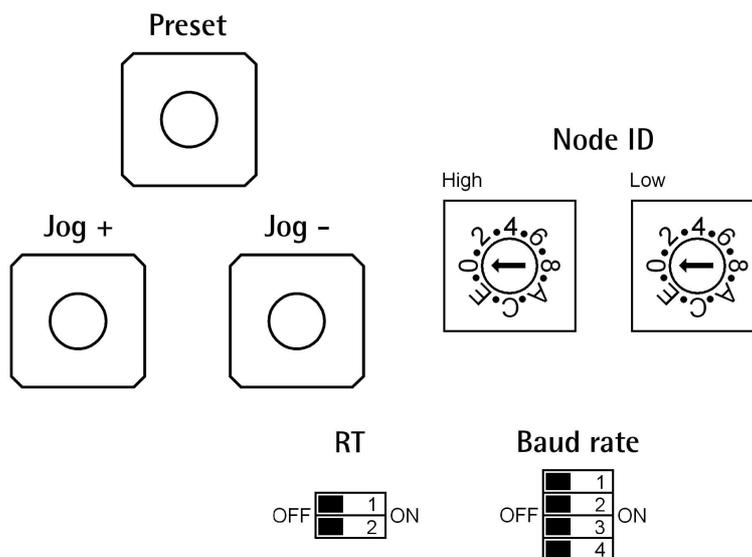

Figura 5: Selettori e pulsanti
4.4 Selettori e pulsanti (Figura 5)
4.4.1 Indirizzo nodo: Node ID (Figura 5)
4.4.2 Velocità di trasmissione dei dati: Baud rate e bit di parità (Figura 5)
4.4.3 Resistenza di terminazione: RT (Figura 5)
4.4.4 Pulsanti JOG + e JOG - (Figura 5)
4.4.5 Pulsante PRESET (Figura 5)
Per impostare i parametri della porta seriale del dispositivo riferirsi al paragrafo "4.4.2 Velocità di trasmissione dei dati: Baud rate e bit di parità (Figura 5)" a pagina 24.
Impostare quindi l'indirizzo del nodo cui ci si vuole connettere nel box **Impostazioni slave** (valore di default dei dispositivi RD1xA-Modbus = 1). Per impostare l'indirizzo del nodo riferirsi al paragrafo "4.4.1 Indirizzo nodo: Node ID (Figura 5)" a pagina 23.